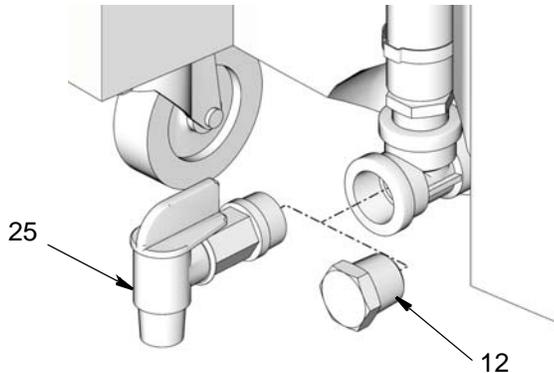

FIG. 1
- S'assurer qu'il y a un bouchon de vidange (12) pour les systèmes d'évacuation (voir aussi le manuel d'instructions 308719.)
- Pour les systèmes alimentés par gravité, retirer le bouchon de vidange (12) et installer un robinet de vidange (25).
REMARQUE: FIG. 1 Le robinet de vidange (25) est montré en position fermée. Pour l'ouvrir, tourner la poignée dans la direction opposée au réservoir..
Avant d'ajouter un fluide dans le réservoir, vérifiez que le bouchon de vidange (12) est en place ou que le robinet de vidange (25) est fermé et que sa poignée est orientée vers le réservoir (FIG. 1, page 4).
Quand le réservoir est plein, videz les fluides en enlevant le bouchon de vidange (12) (voir les instructions du manuel du système d'évacuation 308719) ou tournez la manette du robinet de vidange (25) (FIG. 1, page 4) pour qu'il pointe dans la direction opposée au réservoir et videz le contenu du réservoir dans un contenant de recyclage homologué.